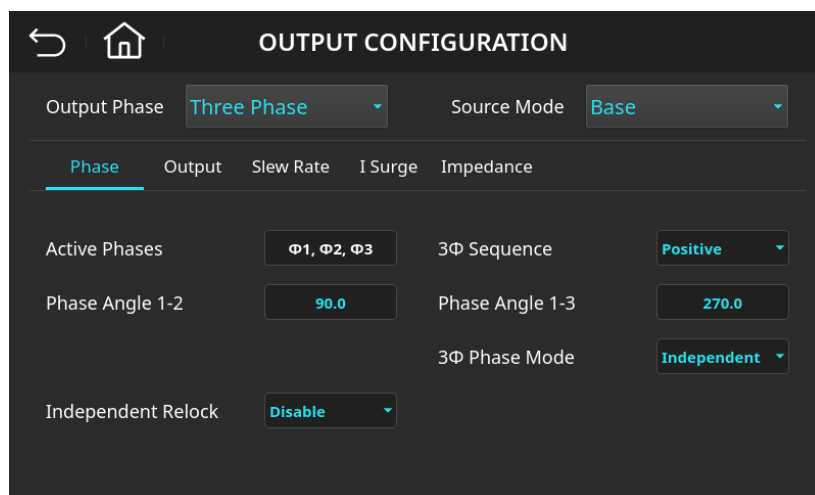

图 4-28 输出配置(Phase)页面(Phase Angle 1-2=90.0, Phase Angle 2-3=270.0)
5. 输入 **2**，**7**，**0**后按下 **Enter** 键，数值变更成" 270.0 "，如图 4-28 所示。